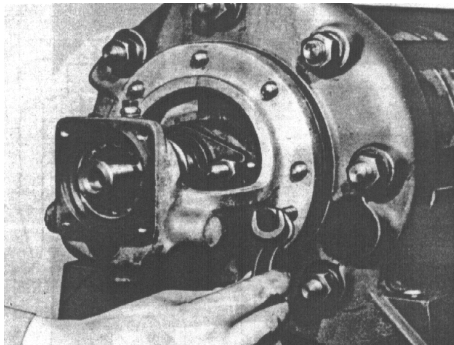

Fig. 5
- Apertar uniformemente os parafusos extratores do Mancal, e liberar o mesmo. (Vide fig. 5)